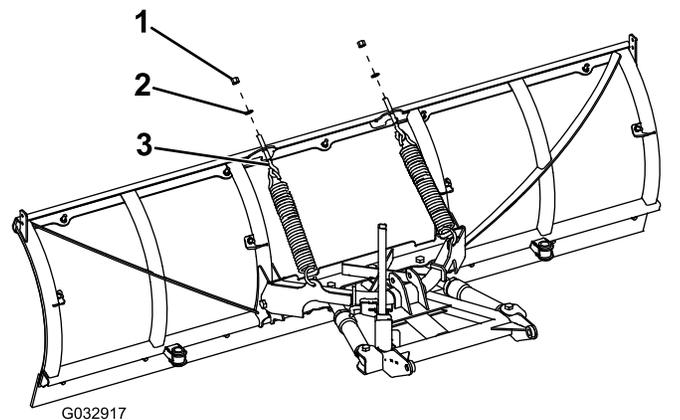

Bild 4
4. Haken Sie die anderen Enden der Auslösefedern an den beiden Augbolzen ein (Bild 4).
5. Stecken Sie das Gewindeende der Augbolzen durch die Löcher im Schneeschild und befestigen sie mit zwei Scheiben (1/2") und zwei selbstverriegelnden Muttern (Bild 4).